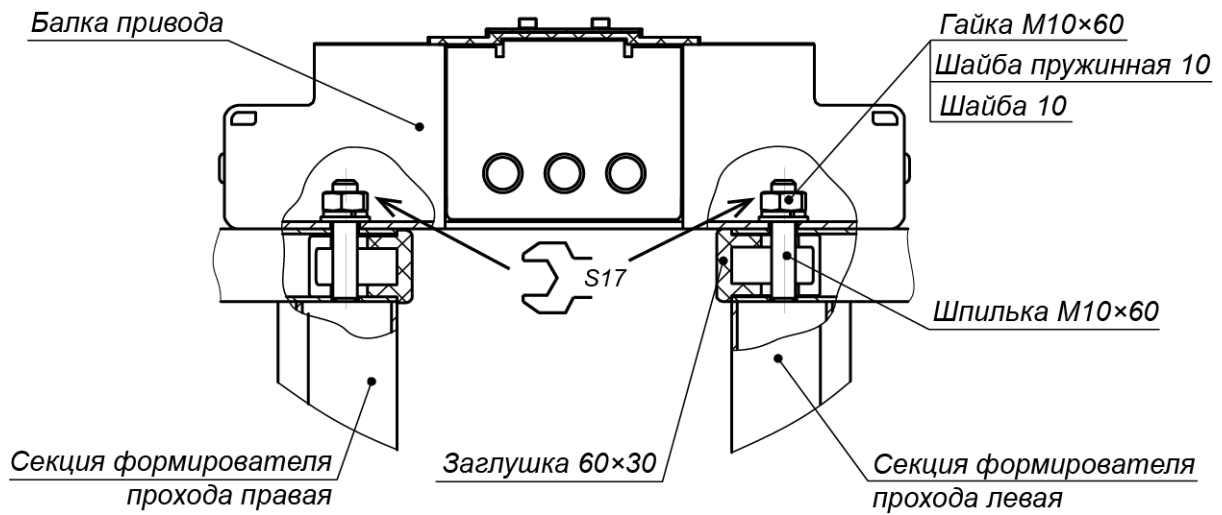

Рисунок 14. Крепление балки привода (8) к секциям (6) формирователя прохода
- В место установки нижнего узла вращения ротора вставьте фланец опорный узла вращения (см. рис. 14). Закрепите его и стойку с преграждающими планками на установочной поверхности анкерным болтом M16×60.
14. Распакуйте секции ротора (1) (ящик №2).
15. Произведите монтаж ротора (1) (работайте вдвоем!):
- Соберите нижний узел вращения (3) ротора в стойке с преграждающими планками (5) (см. рис. 14). Две шайбы скольжения и находящаяся между ними фторопластовая вставка должны лежать в узле без перекосов, опираясь на всю опорную поверхность, симметрично относительно оси ротора (верхняя шайба скольжения приклеена к валу ротора). При этом гладкие поверхности шайб скольжения должны быть ориентированы на вставку. Допускается применение на поверхностях скольжения смазки типа ШРУС-4.
- Установите секцию ротора с элементами крепления в нижний узел вращения (3): заведите ее с небольшим наклоном цилиндрическим хвостовиком в узел вращения и затем переведите секцию в вертикальное положение.